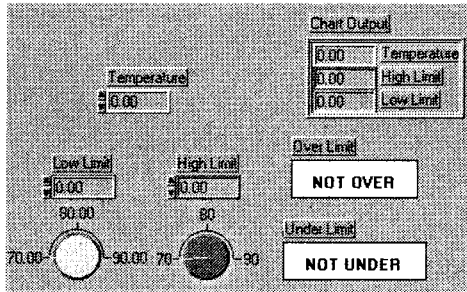

Рис. 1.9
-  12. Откройте подприбор **Температурное состояние** (Temperature Status) двойным щелчком по его иконке. При этом вызывается лицевая панель, изображенная на рис. 1.9.